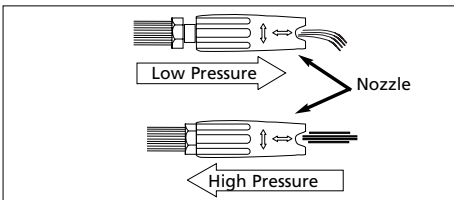

Figura 13- Ajuste de la boquilla para presión
- Corra la boquilla a la posición de baja presión como se muestra en la figura 13, y aplique el detergente de modo que cubra por completo la superficie de limpieza.